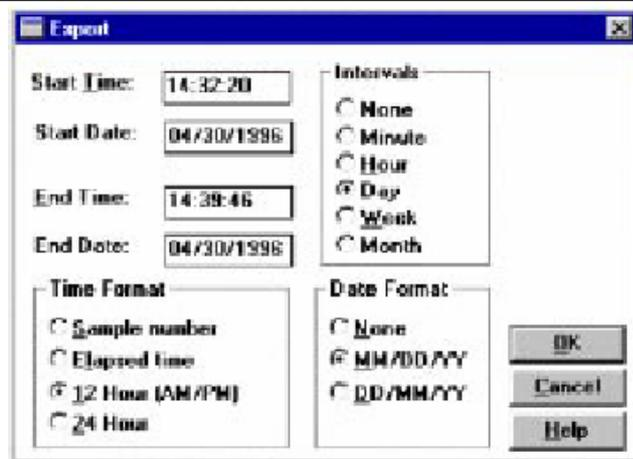

Рис. 5 Диалоговое окно "Export"
1. Измеряемые величины - Вызвать пункт меню "Export", выбрать в диалоговом окне "Export" имя файла, и подтвердить **OK**. Открывается представленное на рис. 5 диалоговое окно "Export". Там Вы можете определить начальной и конечное время, форматы даты и времени, а также зависящее от промежутка времени подразделение измеряемых величин на несколько меньших отдельных файлов.